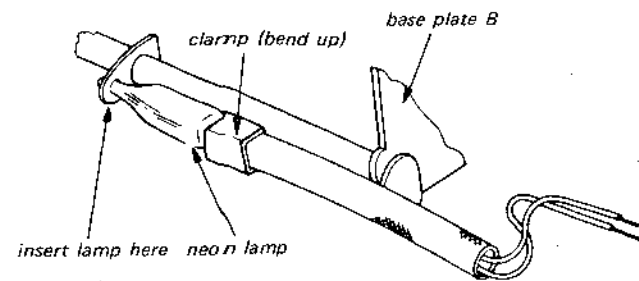

Fig. 4-3. Neon lamp installation
- (1) Die Lampe kann durch Verbiegen des Halters von der Uhr gelöst werden.
- (2) Die neue Lampe mit der Spitze in das vorhandene Loch einführen und mit dem Halter befestigen (Fig. 4-3).